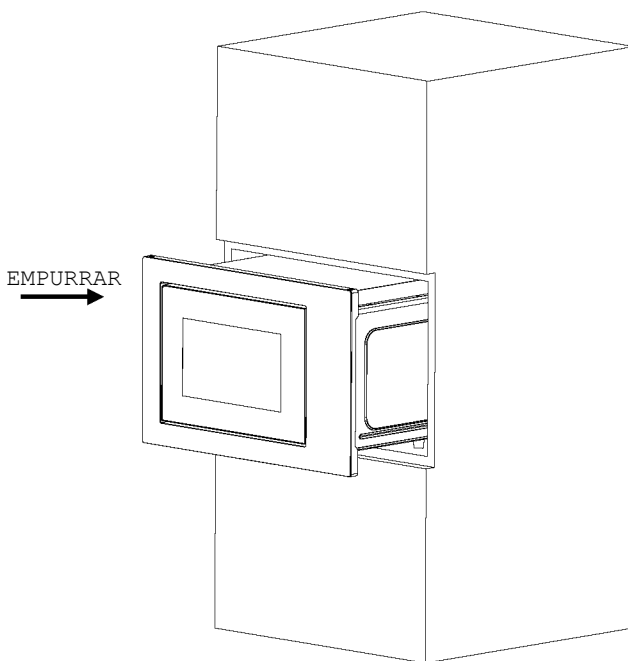

Fig. 1
a) Coloque o forno micro-ondas no armário embutido e empurre-o para a frente até ao fim. (Fig. 1)